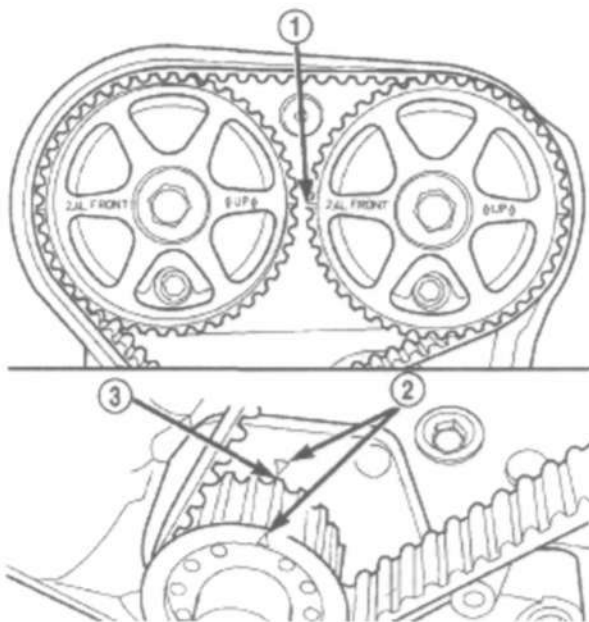

Рис. 109.
(6) Снять шестигранный ключ и тарированный ключ.
(7) После установки ремня ГРМ и регулировки натяжителя, повернуть коленвал ПО ЧАСОВОЙ СТРЕЛКЕ на два полных оборота от руки для посадки ремня, так, чтобы коленвал вновь вернулся в положение ВМТ. Убедиться, что метки установки фаз распределительного и коленчатого валов расположены правильно (Рис.109).